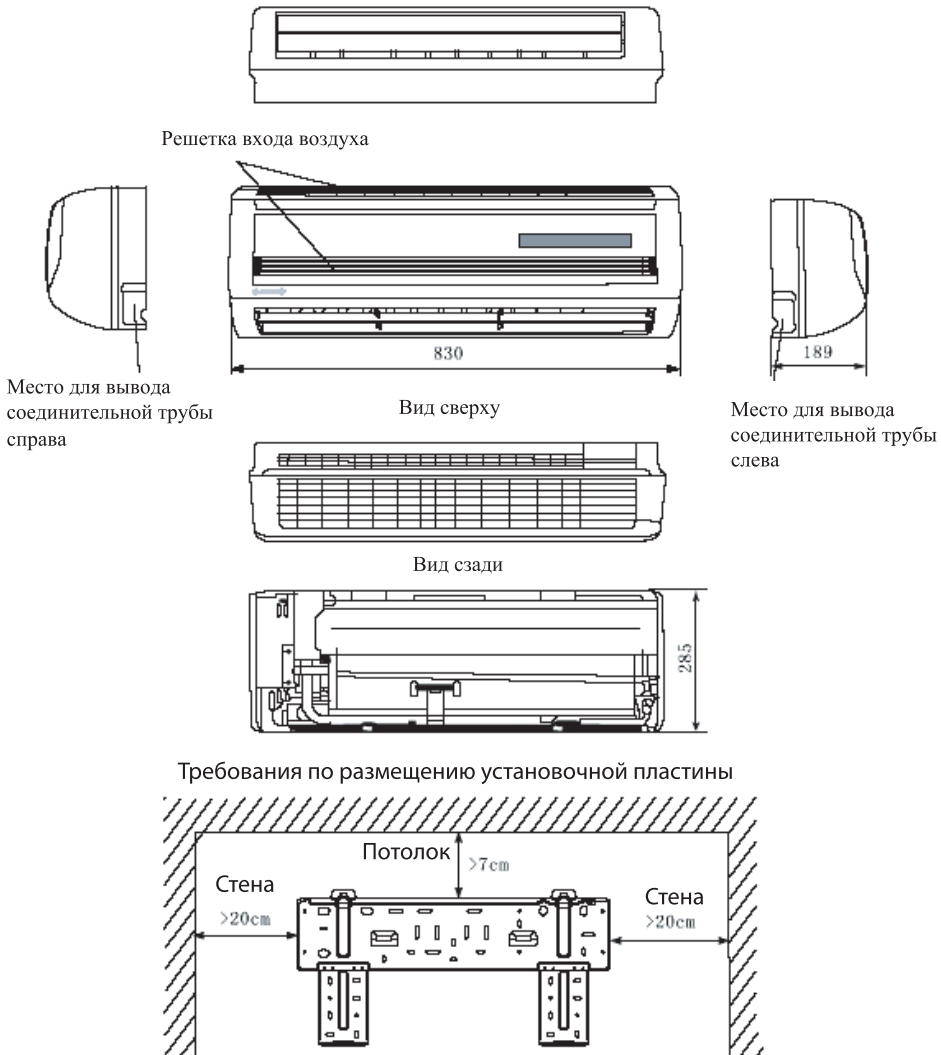

Рис. 8.2 Габаритные и установочные размеры блока
- Габаритные размеры внутреннего блока (Рис. 8.2)